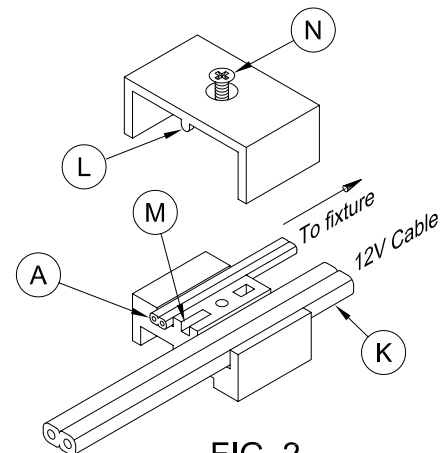

FIG. 2
9. After Fixture wires are installed in desired location, run a length of 12 volt cable (#10 or #12 Ga.) from Fixture to Transformer (or along a row of Fixtures to Transformer). (FIG. 2)
9. Après avoir installé le dispositif d'éclairage à l'endroit désiré, faites passer un câble de 12 volts (#10 ou #12 Ga.) à partir du dispositif d'éclairage au transformateur (ou le long de la rangée de dispositifs d'éclairage au transformateur). < (FIGURE 2)